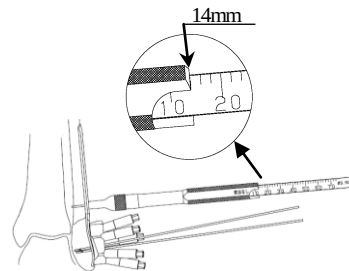

図7
- 7) 3.5 コーティカル用デプスゲージの先端フックを反対側皮質に引っ掛け、スケールを読み取ります。（図7）